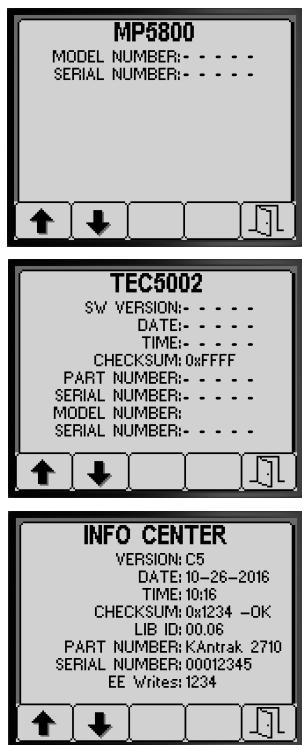

Рисунок 89
3. Нажимайте кнопки 1 или 2 для прокрутки по экранам информации о машине, контроллере TEC или инфо-центре (Рисунок 89).